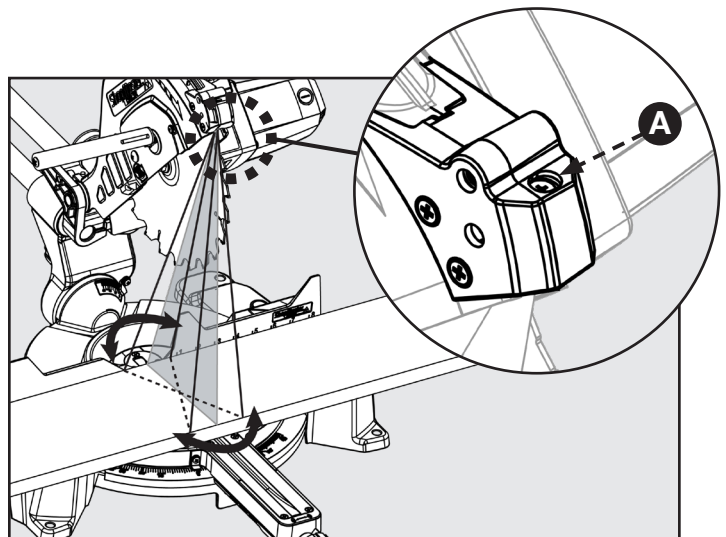

FIGURA 25
Si advierte que la línea láser no está perfectamente paralela a la hoja de la sierra, consulte la Figura 25 y siga estas instrucciones: utilice un destornillador Phillips para girar el tornillo (A) hasta que la línea láser quede paralela a la hoja de la sierra.